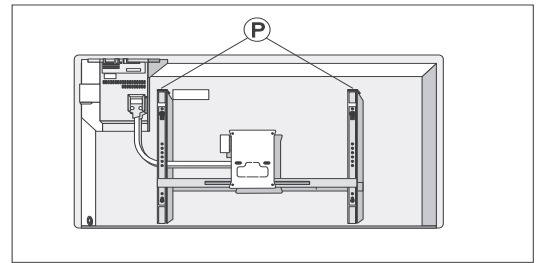

Рис.6
- Б: Уборка пространства за прибором: Прибор снабжен отдельным кронштейном для установки его на стене. Конструкция кронштейна позволяет отклонять прибор вперед при уборке, или снимать его при необходимости. Для этого следует нажать на фиксаторы, расположенные сзади прибора (смотри рис.6 P). После уборки не забудьте вернуть его в прежнее положение